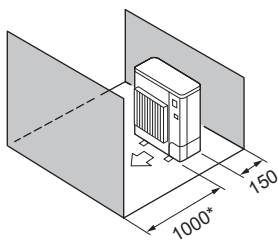

Fig. 2-11
- (5) Obstáculos apenas na parte da frente e de trás (Fig. 2-11)